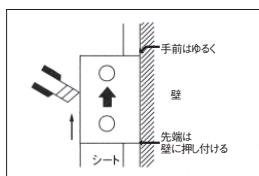

図2
- ②巾定規は、後下がり引き、先端にカッターナイフをあて、壁方向に力を加えながら切込みます。この時巾定規は、先端を壁に押し付けるようにし、手前側の角は壁に軽く当てて切込んでください。(図2. 3)
- ③端末の余り部分は巾定規での切込みが困難なため、直定規等をあてて切り落とします。